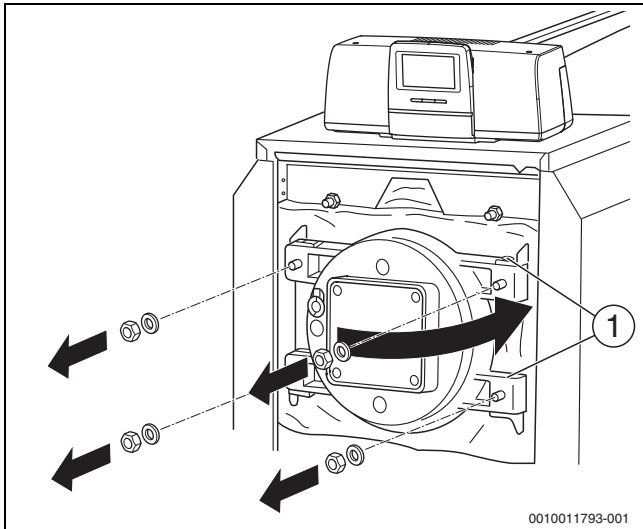

Рис. 26 Открытие двери камеры сгорания
- ▶ Выдавить шарнирные оси (→ рис. 26, стр. 26) снизу вверх из шарнирного отверстия.